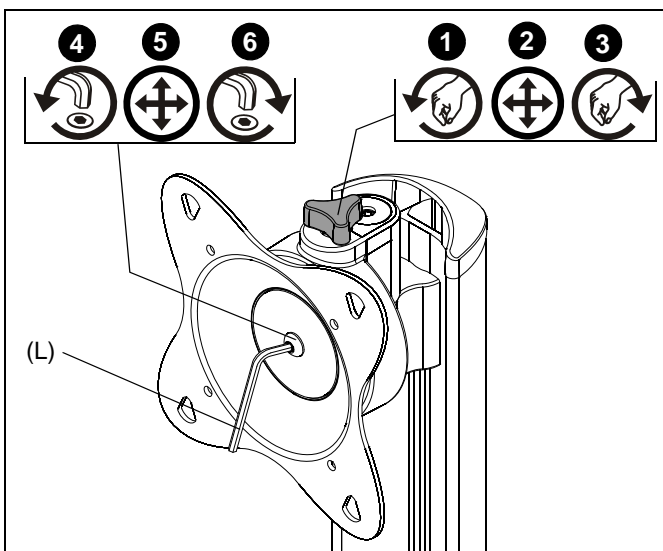

Figure 8
1. Pour réduire la tension, tournez le bouton de réglage de la tension dans le sens anti-horaire. (Voir Figure 8)
4. Pour réduire la tension, desserrez la fixation hexagonale de la tête à l'aide d'une clé hexagonale de 3,9 mm (5/32 po) (L). (Voir Figure 8)